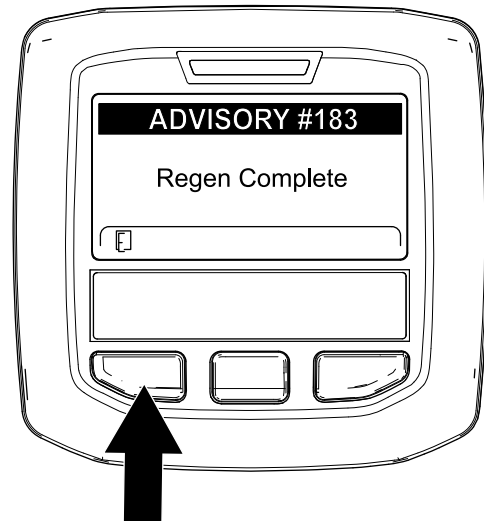

Figure 33
9. Quand le calculateur moteur achève une régénération en stationnement ou d'urgence, l'InfoCenter affiche ADVISORY #183 (avis n° 183) (Figure 33). Appuyez sur le bouton gauche pour quitter l'écran d'accueil.